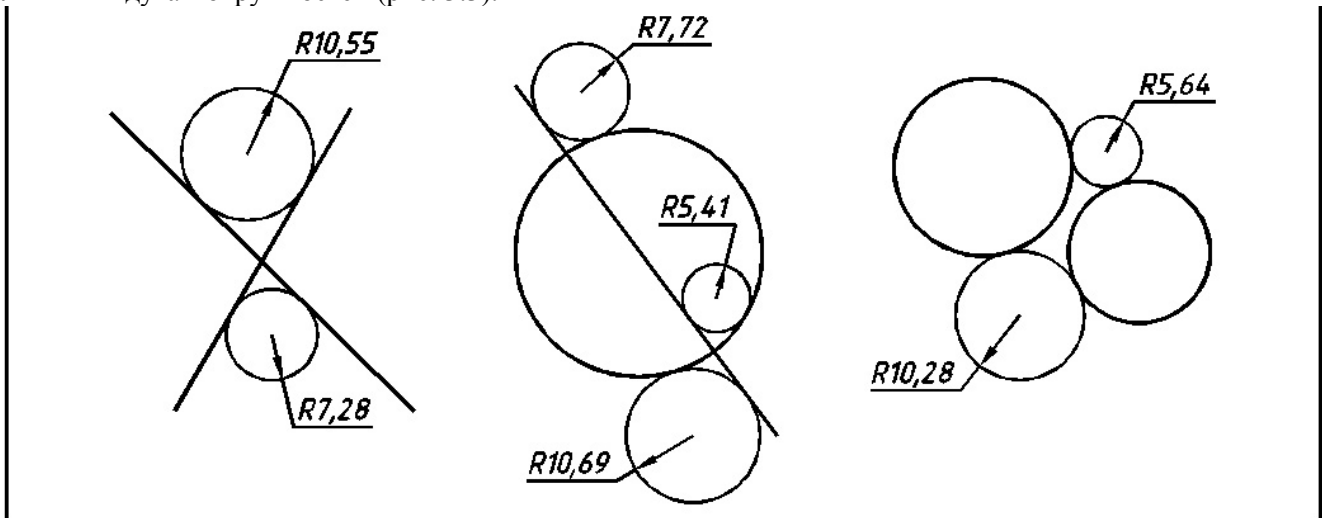

Рис. 3.3. Окружности, касательные к ранее выполненным объектам
3.2.3. Начертить три окружности заданных радиусов, касательные к заранее начерченным прямым линиям и дугам окружностей (рис. 3.3).